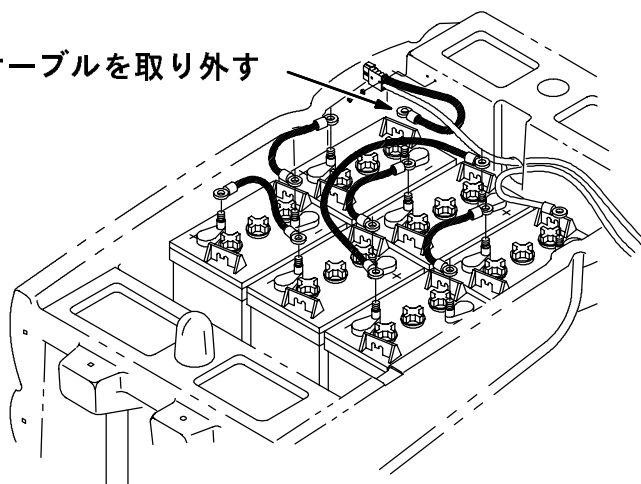

図1 - バッテリーケーブルの取り外し
(図1、図2、図3参照)
2. 電気部品の整備をする前に本機の後部近くのバッテリーから陰極ケーブルを取り外す。(図1参照)
14. バッテリーケーブルを後部バッテリーに接続する。(図1参照)